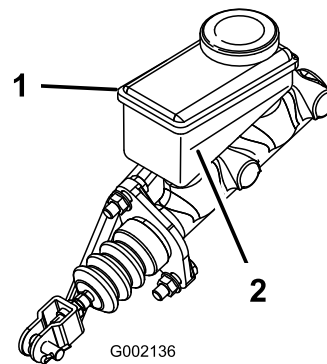

Bild 56
3. Lesen Sie den Flüssigkeitsstand am Stutzen an der Seite des Behälters ab (Bild 56).
- B. Füllen Sie DOT 3-Bremsflüssigkeit in den Behälter, bis der Füllstand über der Minimum-Markierung liegt (Bild 56).